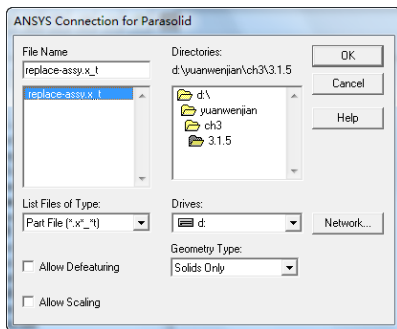

图 3-26 选择文件
②在打开文件对话框中选择“**replace-assy.x_t**”文件，然后单击“**OK**”按钮，如图 3-26 所示。